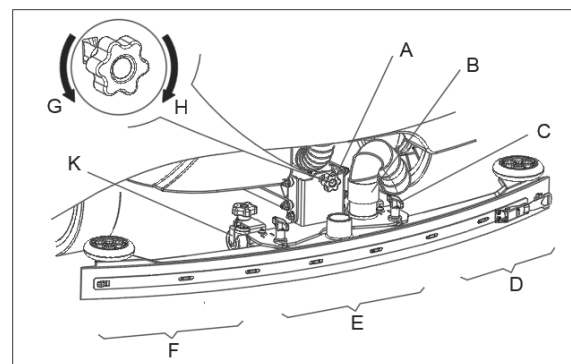

Figura 10
1. Instale la boquilla y apriete las tuercas (C, figura 10) y conecte el tubo de aspiración (B) a la boquilla.
2. Ajuste la boquilla mediante la perilla de ajuste (A).
- a) Si queda un espacio entre el suelo y la sección media del labio trasero de la boquilla (E), ajuste la perilla (A) a derechas (H) hasta que la entera sección del labio trasero de la boquilla entre en contacto con el suelo y el labio delantero toque ligeramente el suelo.
- d) Si queda espacio entre el suelo y los dos extremos del labio trasero (D y F), ajuste la perilla (A) a izquierdas (G) hasta que la entera sección del labio trasero entre en contacto con el suelo y el labio delantero toque ligeramente el suelo.